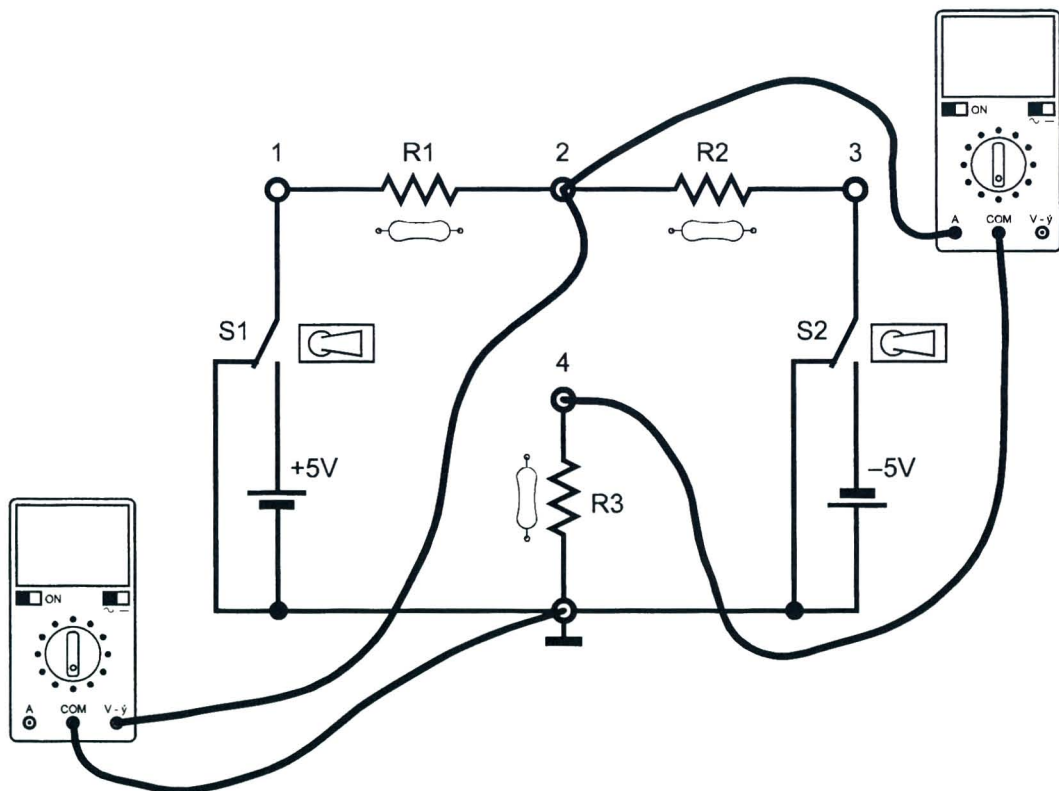

Fig. 5.2a
6. usar el circuito de la Unidad 4 y conectar el voltímetro como se muestra en la Fig. 5.2a;